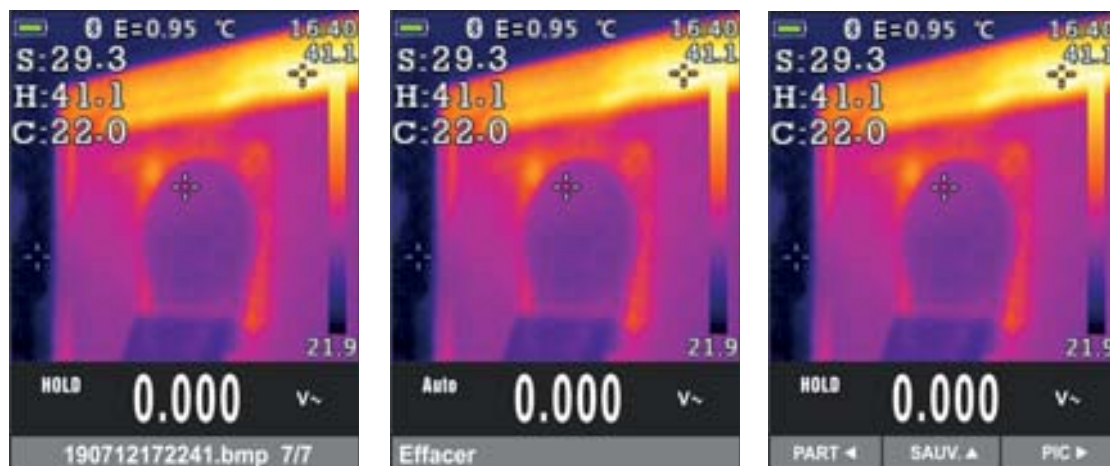

Fig. 46: Ouverture et suppression d'une image IR
11. Entrer dans le Menu général pour revoir le résultat sauvegardé (voir Fig. 46 – partie gauche)